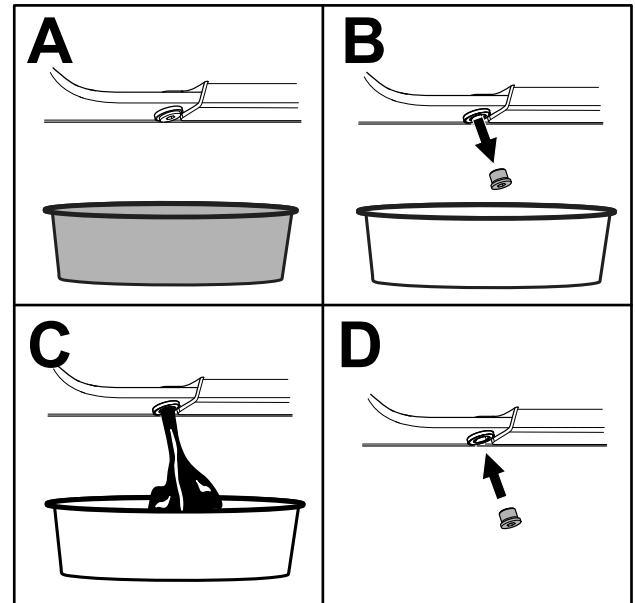

Figure 54
5. Vidangez l'huile sous la plate-forme (Figure 54).